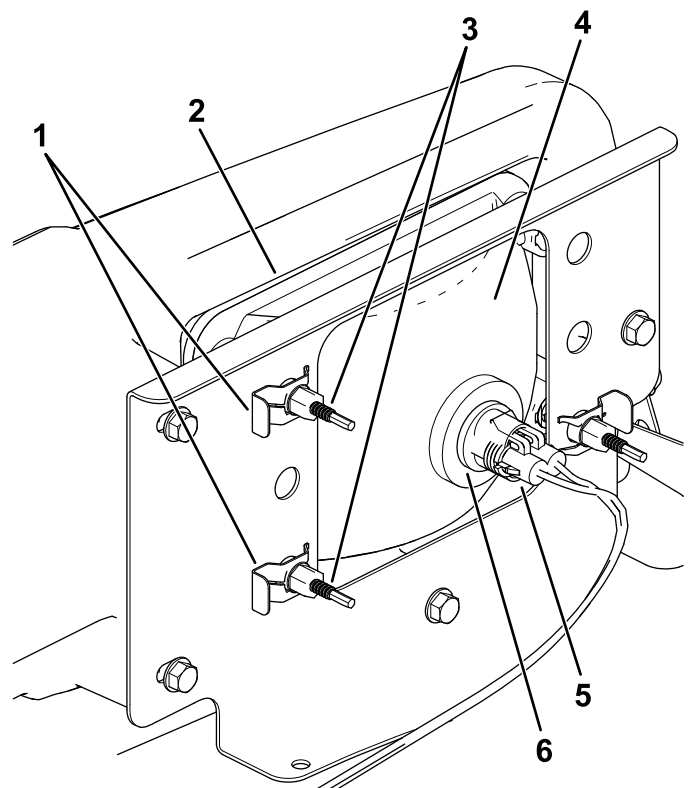

Bild 39
- Entfernen Sie die Schellen, mit denen der Scheinwerfer an der Scheinwerferhalterung befestigt ist (Bild 39).
- Schieben Sie den Scheinwerfer nach vorne durch die Öffnung in der vorderen Stoßstange und entfernen Sie ihn (Bild 39).
- Setzen Sie den neuen Scheinwerfer durch die Öffnung in der Stoßstange ein (Bild 39).
- Schließen Sie den elektrischen Anschluss für den Kabelbaum am Lampenanschluss an (Bild 39).
- Schließen Sie den elektrischen Anschluss für den Kabelbaum vom Lampenanschluss ab (Bild 39).
5. Drehen Sie die Einstellschrauben an der Rückseite des Scheinwerfers (**Bild 39**), um den Scheinwerfer zu drehen und den Scheinwerferstrahl einzustellen.